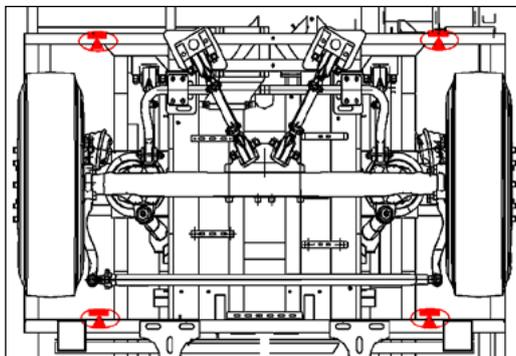

Figura 4-1-1
3. Levante o chassi a uma altura adequada, certificando-se de que o veículo esteja seguro e de que o macaco esteja aplicado nos pontos corretos (conforme indicado na Figura 4-1-1).